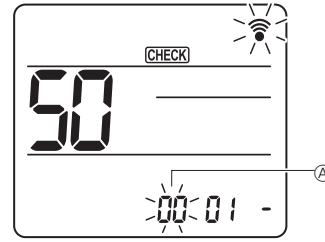

Fig. 6-17
- Ünite numarasını [B] ayarlamak için [B] düğmesine basın. (Fig. 6-17)